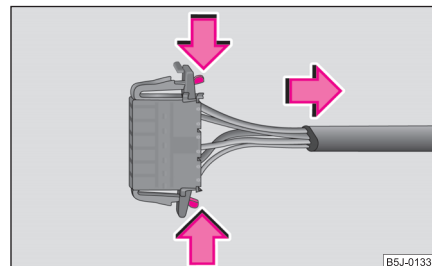

Fig. 192 Deconectarea fișei electrice
- Deconectați fișa electrică. ⇒ fig. 192. ■